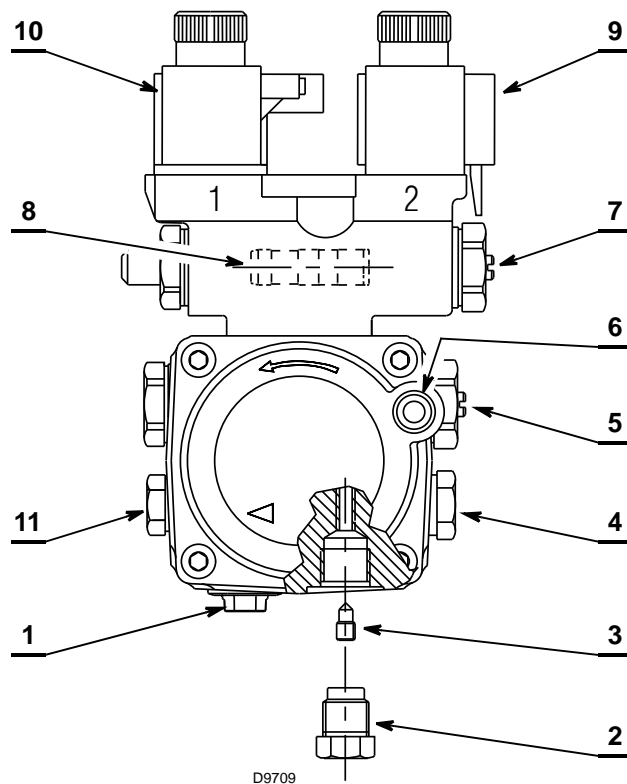

Abb. 11
- Die Pumpe (Abb. 11) ist für den Zweirohr-Betrieb vorgerüstet. Für den Einrohrbetrieb ist es notwendig, die Mutter am Rücklauf 2) zu lösen, die Bypass-Schraube 3) zu entfernen und dann die Mutter 2) wieder festzuziehen (Abb. 11).
Der Verschlussstopfen der Ölzufuhr (Saugleitung 1) (Abb. 11) besteht aus Kunststoff. Er muss nach dem Entfernen weggeworfen werden und darf keinesfalls wiederverwendet werden.
Legende (Abb. 11)
Es ist ausreichend, den Vakuummeteranschluss 6) (Abb. 11) zu lockern und das Austreten des Brennstoffes abzuwarten.